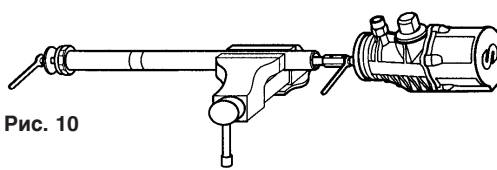

Рис. 10
4. Вставить трубный ключ в проточку в нижней части пневмопоршня, отвернуть гайку и снять шайбу (рис. 10).